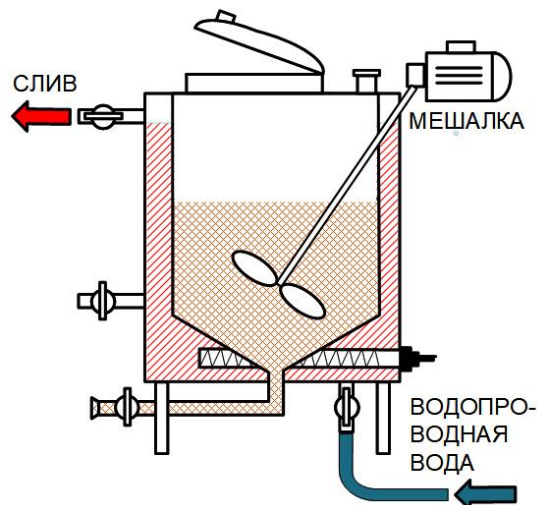

Рис.9. Охлаждение затора.
5.17. Остужаем сусло до 65°C для безопасного объединения его с первым сливом сусла. Пункт 5.12. Для этого подключаем к рубашке ПВК холодную водопроводную воду (См. Рис. 9) и включаем мешалку.